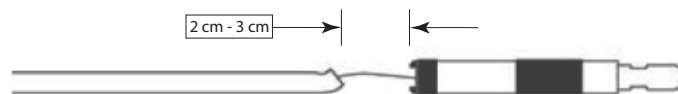

Figure 7
- c. Séparer délicatement les extrémités proximale et distale du dispositif d'insertion ouvert. Tirer ensuite, sous fluoroscopie, la partie proximale du dispositif d'insertion d'implant d'environ 2 à 3 cm pour confirmer le détachement de l'implant conformément au mode d'emploi (Figure 7).